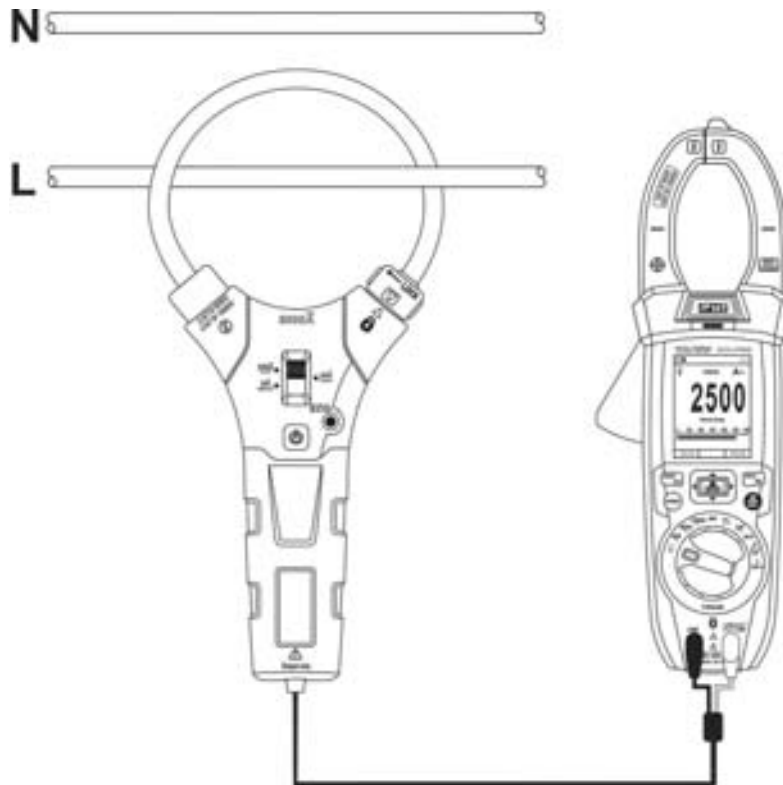

Fig. 34: Uso dello strumento per misura di corrente AC/DC con trasduttori a pinza
6. Inserire il cavo all'interno del toroide (vedere Fig. 34). Il valore della corrente è visualizzato a display